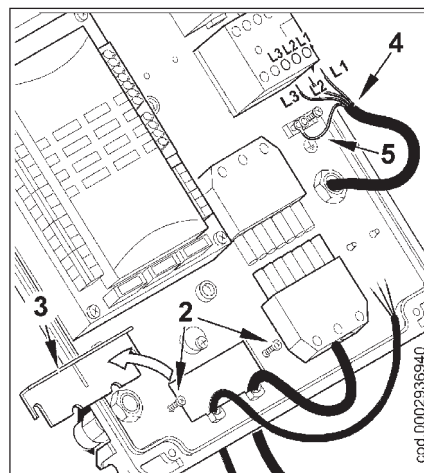

Рис. 2
- 1) Отвинтить 4 винта (1) в рисунке 1, чтобы снять крышку, избегая снятия прозрачной двери. Таким образом, можно иметь доступ к электрической панели горелки.
- 2) Отвинтить винты (2) и, после снятия плиту для крепления кабелей (3), продеть 7-штырьковый разъем и кабель управления модуляции (рис. 2) через отверстие. Соединить кабели питания (4) с дистанционным выключателем, подкрепить кабель заземления (5) и закрепить относительное крепление для кабелей.